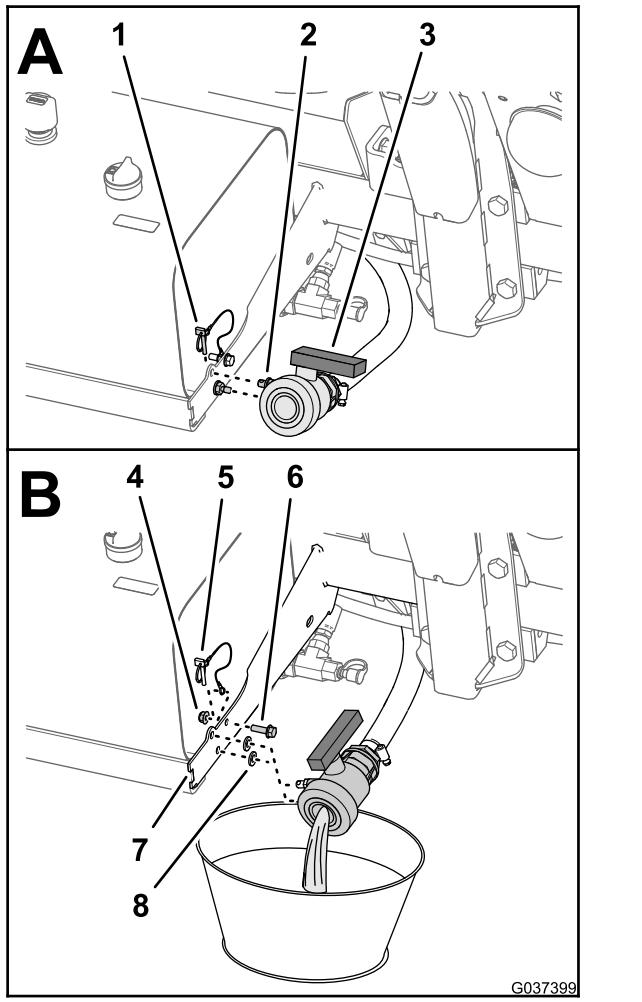

Figura 2
3. Spurate l'acqua dal serbatoio dell'irroratrice (Figura 2); fate riferimento al *Manuale dell'operatore* per la macchina.
4. Rimuovete il bullone a testa flangiata (5/16 x 1 poll.) e il dado di bloccaggio flangiato (5/16 poll.) che fissano il cavo dell'acciarino al supporto del serbatoio idraulico (Figura 2).